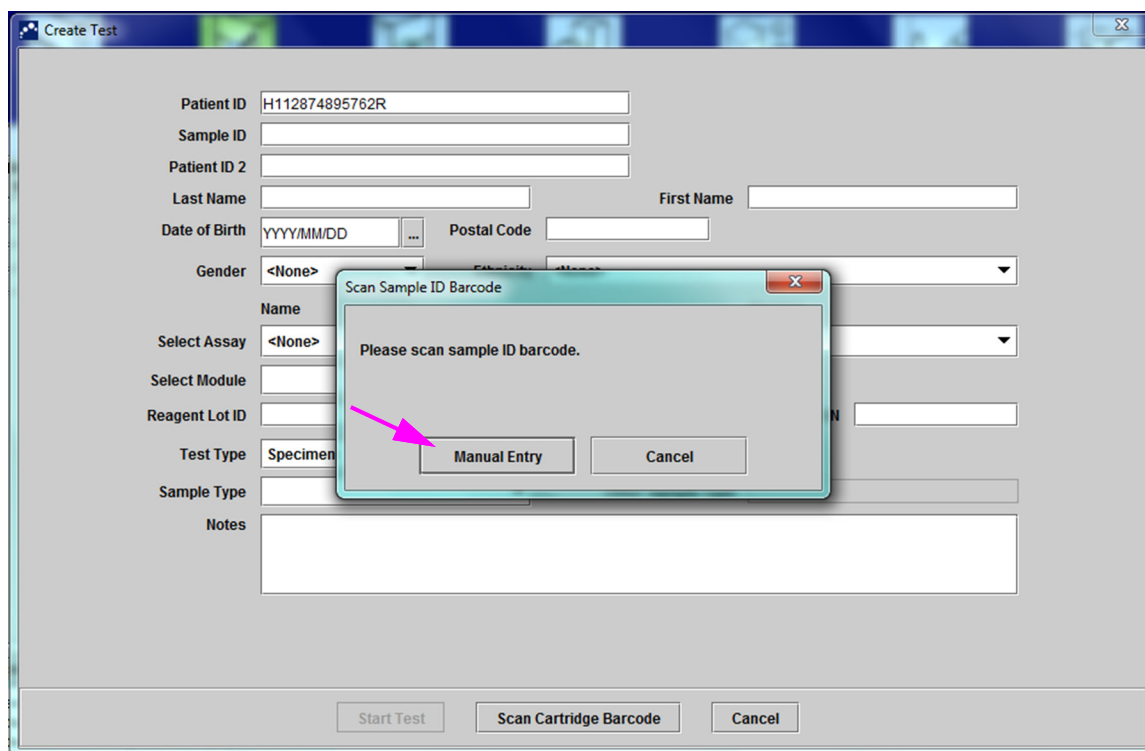

Figura 5-20. Fereastra Creare test și caseta de dialog Scanare cod de bare cu ID probă
2. Scanați codul de bare cu ID-ul pacientului folosind scannerul de coduri de bare furnizat. Consultați Secțiunea 5.5. Apare caseta de dialog Scanare ID probă (Scan Sample ID). Consultați Figura 5-20.